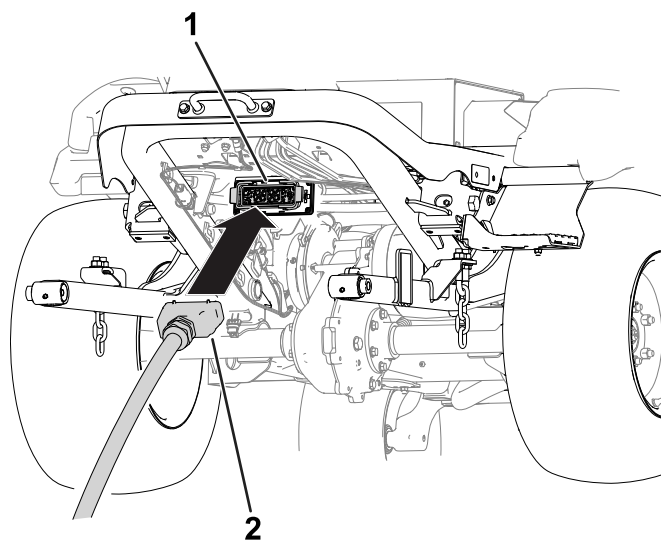

図 5
7. カッティングユニットのコネクタをマシン側のコネクタ(図 5)に差し込む。